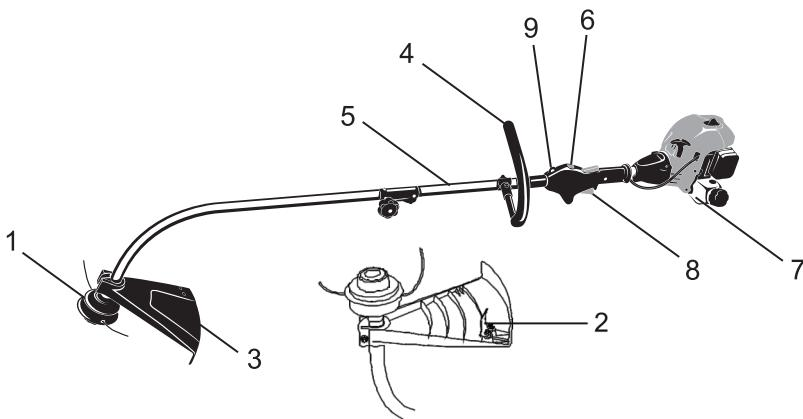
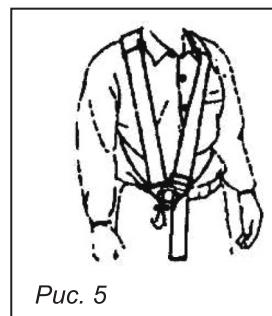

Рис.2. Расположение основных элементов бензотrimмера:
Рис. 5
Основные элементы и части бензотrimмера представлены на рис. 2.
Ремень крепится к штанге с помощью держателя. Согласно рис.5 наденьте ремень на шею и пристегните карабин за место крепления (10), см. рис. 2.